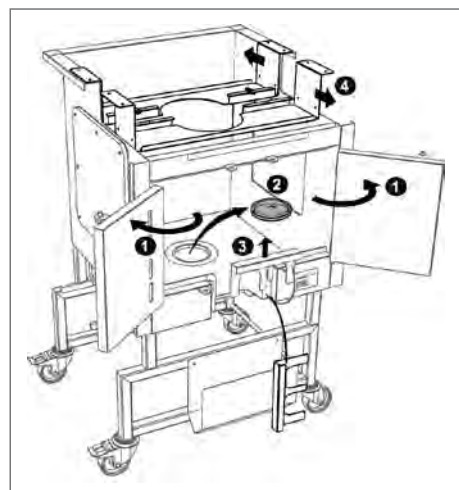

Fig. 43
5. Abra la puerta frontal con bisagra por los sistemas de bloqueo y retire la compuerta con el sistema de 4 puertos deslizando hacia arriba desde su posición (ver 1 y 3 de Fig. 43).
6. Coloque la sujeción de pinzas encima del Palletank® y deslice las 2 partes para abrirlas (ver 4 de Fig. 43).
7. Retire el alineador de centrado (ver 2 de Fig. 43).